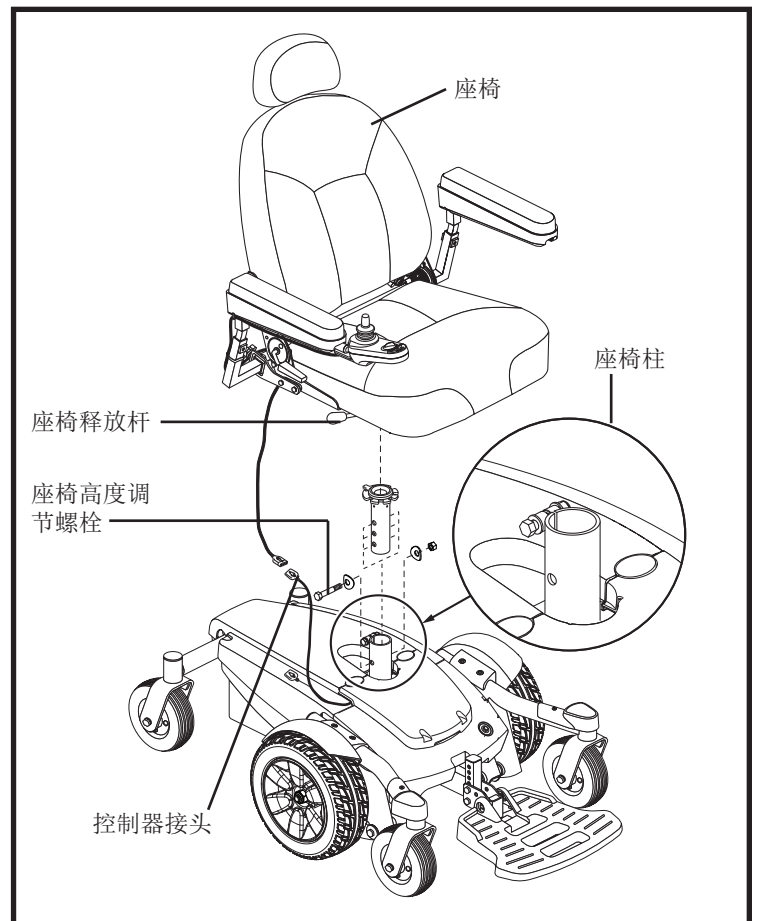

图 7. 座椅高度调节
3. 将控制器接头与动力基座断开。见图 7。
4. 松开座椅控制杆。见图 7。
6. 松开座椅柱后部的固定件。见图7。
7. 拆除座椅柱上的高度调节螺栓、垫片和螺母。见图7。
如果您的电动轮椅配备了可以手动放倒的椅背。您可以使用固定件或椅背控制杆调整椅背角度。见图 7。